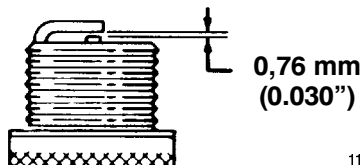

Figure 33
3. Réglez l'écartement des électrodes de la bougie neuve à 0,76 mm (0.030") (Fig. 33).